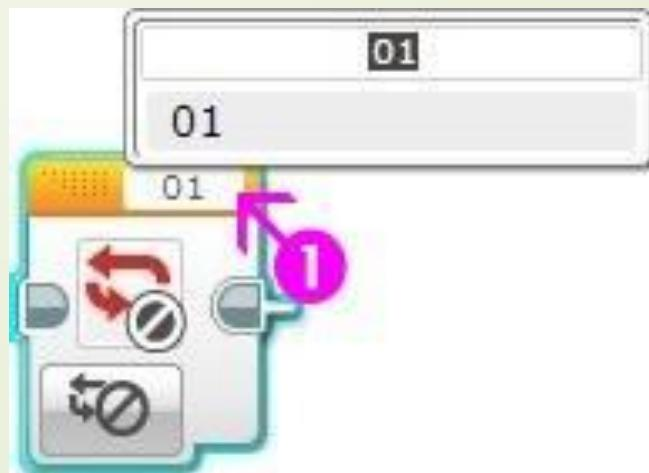

Рис. 7
- За основу решения данной задачи возьмем программу, решающую **Задачу №1**. При решении **Задачи №2** нам потребуется прервать выполнение цикла. Этой цели служит программный блок "**Прерывание цикла**" Оранжевой палитры. С помощью данного блока можно организовать выход из цикла, заданного параметром "**Имя прерывания**" (**Рис. 7 поз. 1**).